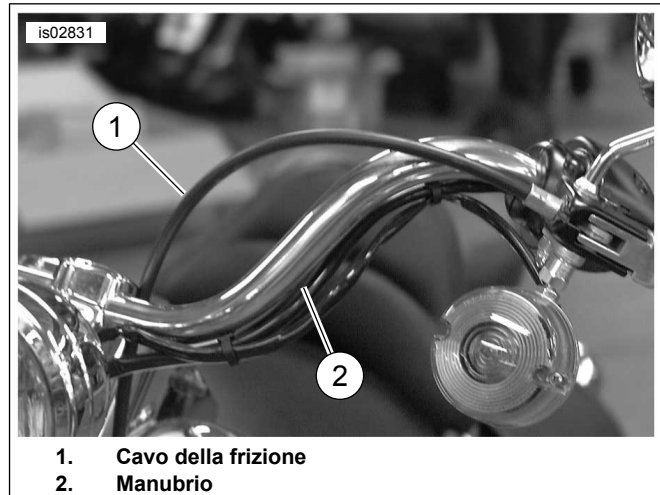
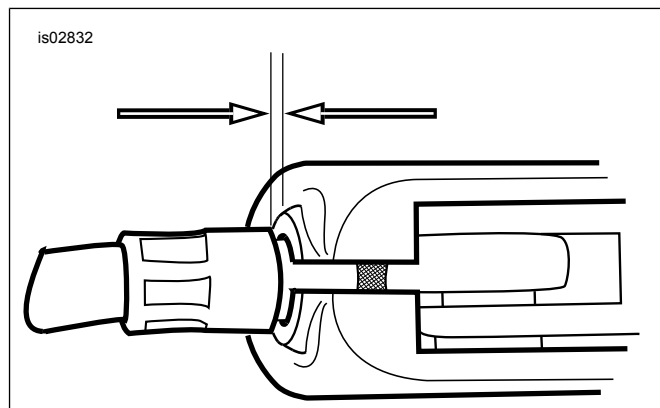

Figura 1. Disposizione del cavo della frizione
Figura 2. Corsa a vuoto di 1,6-3,2 mm (1/16-1/8 in) del cavo della frizione
1. Vedere Figura 1. Riposizionare il cavo della frizione (1) all'interno del manubrio (2), come segue:
- b. Tenendo fermo il registro del cavo con una chiave da 1/2 pollice, allentare il controdado (3) con una chiave da 9/16 di pollice. Allontanare il controdado dal registro del cavo. Spostare il registro verso il controdado per aumentare la corsa a vuoto in corrispondenza della leva a mano.
- e. Vedere Figura 2. Girare il registro del cavo allontanandolo dal controdado sino ad eliminare il gioco in corrispondenza della leva a mano. Tirare la boccola del cavo della frizione via dalla staffa della leva della frizione per controllare la corsa a vuoto. Girare il registro del cavo quanto basta ad ottenere una corsa a vuoto di 1,6-3,2 mm (0,625-0,125 in) tra l'estremo della boccola del cavo e la staffa della leva della frizione.